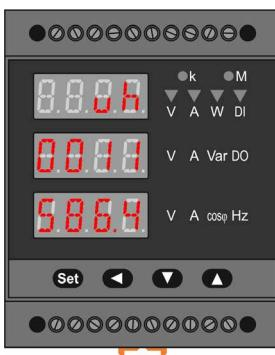

Рис. 11 – Пример отображения энергии.
- При отображении активной или реактивной энергии ее величина отображается на втором и третьем дисплеях: на втором отображаются первые 4 символа значения, а на третьем – вторые 4 символа значения. На первом дисплее отображаются знак и тип энергии (см. табл. 1 и рис. 11).